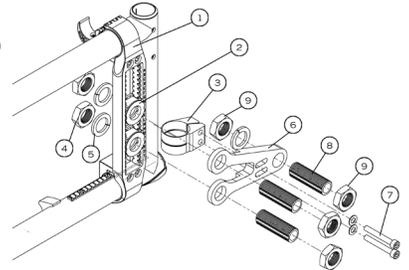

Fig. 43
- Istanzaione della piastra di montaggio (1) (Fig. 43) chiudendo i morsetti intorno al telaio.
- Inserite un secondo ricevitore (2) sulla piastra dell'asse.
- Istanzaione del morsetto posteriore (3) nella parte posteriore del telaio.
- Inserite due boccole (8) attraverso la piastra dell'asse (1) e nel ricevitore (2) e fissatele con un bullone e una rondella (4) (5).
- Inserite due viti (7) nella piastra asse per amputato attraverso il morsetto di montaggio e stringetele.
- Inserite la boccola dell'asse (8) attraverso la piastra per amputato e stringete i dadi (9).